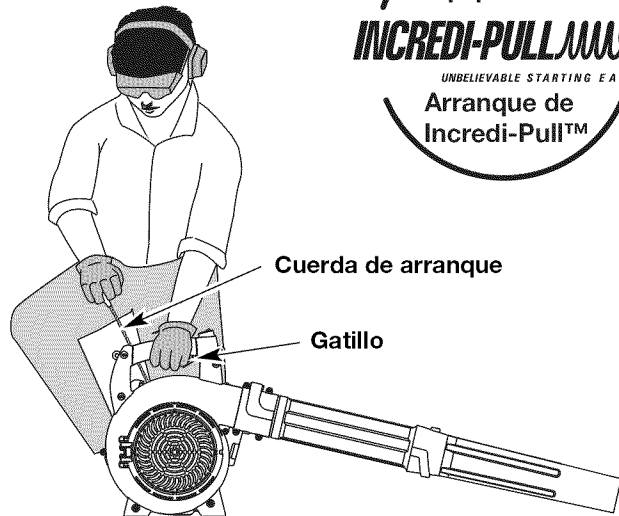

Fig. 13
2. Coloque el pico del recipiente de gasolina en el orificio de llenado del tanque de gasolina (Fig. 13) y llene el tanque.
NOTA: La unidad debe arrancarse en vacío. No oprima el gatillo mientras arranca la unidad (Fig. 13).
5. Colóquese en la posición de arranque (Fig. 13) y tire de la cuerda de arranque hasta que sienta un poco de resistencia. Esto es por lo general aproximadamente de 2 a 4 pulgadas. Tire de la cuerda 4 veces con movimientos suaves y rápidos.
6. Coloque la palanca del obturador en la Posición 2 (Fig. 13).
9. Coloque la palanca del obturador en la Posición 3 (Fig. 13). La unidad está lista para usar.